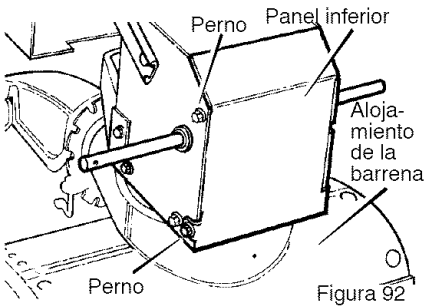

Figura 92
2. Ponga el quitanieves en posición vertical sobre la parte delantera del **alojamiento de la barrena** (Figura 92).
4. Afloje los **pernos** a cada lado del **panel inferior** (Figura 92).
6. Instale el **panel inferior** (Figura 92).
2. Ponga el quitanieves en posición vertical sobre la parte delantera del **alojamiento de la barrena**. (Figura 92).